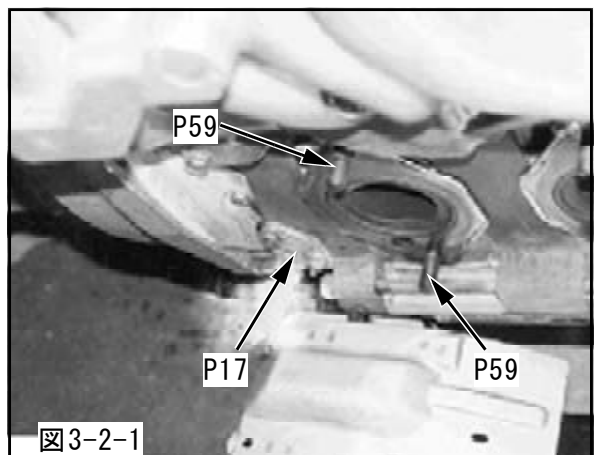

図3-2-1
- (1) 図に示す部分にストッププレートを取付けてください。(図3-2-1)